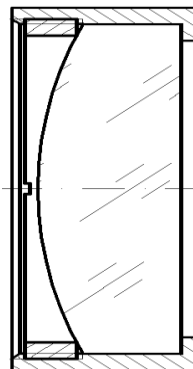

Рис. 4.48. Ескіз до завдання 4.3
**Завдання 4.3.** Накреслити лінзу з  $R1=120$  мм  $R2=0$  мм, діаметром 100 мм, світловим діаметром 90 мм, осью товщиною 30 мм (рис. 4.48) блакитним кольором на шарі "lens" зі штрихуванням скло, та оправу з кільцем зеленим кольором на шарах "opr", "kil" зі штриховкою металом. Загальна товщина 40 мм, товщина стінок 3 мм. У кресленку повинні бути всі необхідні елементи для побудови складання та деталювання. При необхідності введіть додаткові шари та групи шарів. Кресленик збережіть на диску.